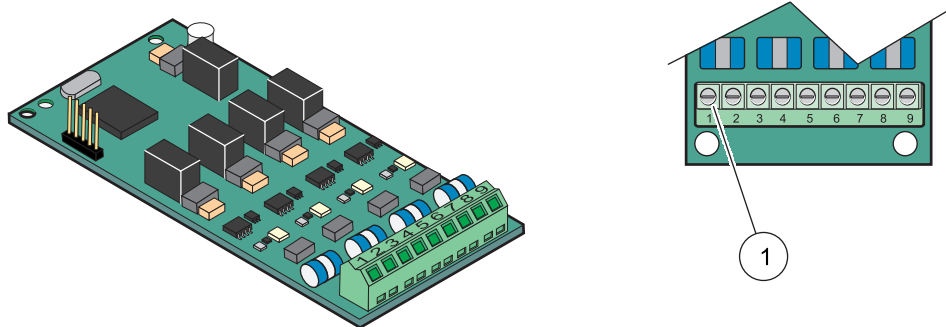

図 23 出力カード (YAB019) ケーブルの接続
4. モジュールのベースを通してケーブルを通し、配線を適切に作成して、図 23 および表 6 に従って、配線をターミナルに差し込みます。確実に接続されていることを確認するために、それぞれ挿入したあとで、軽く引っ張ります。